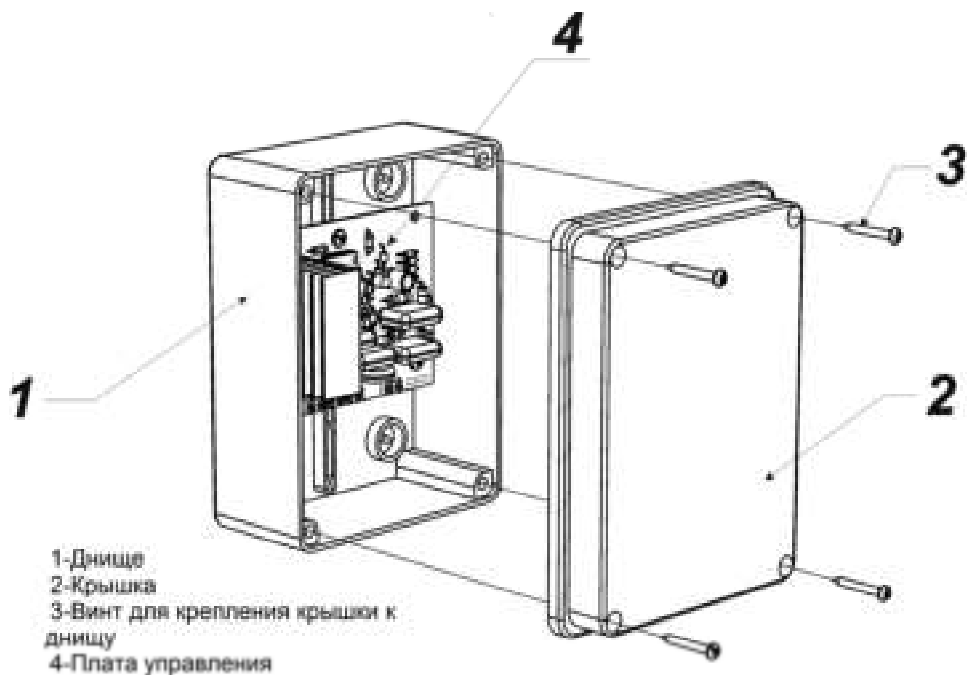

Рисунок 1 – Общий вид изделия
Конструктивно изделие представляет собой модуль на печатной плате, размещённый в пластмассовом корпусе, состоящем из днища и крышки (см. рисунок 1). При открытой крышке осуществляется доступ к плате управления и сетевым колодкам.
- Уложите силикагель, плотно закройте крышку корпуса, убедившись в равномерном прилегании и зафиксируйте ее элементами крепления (см. рисунок 1).